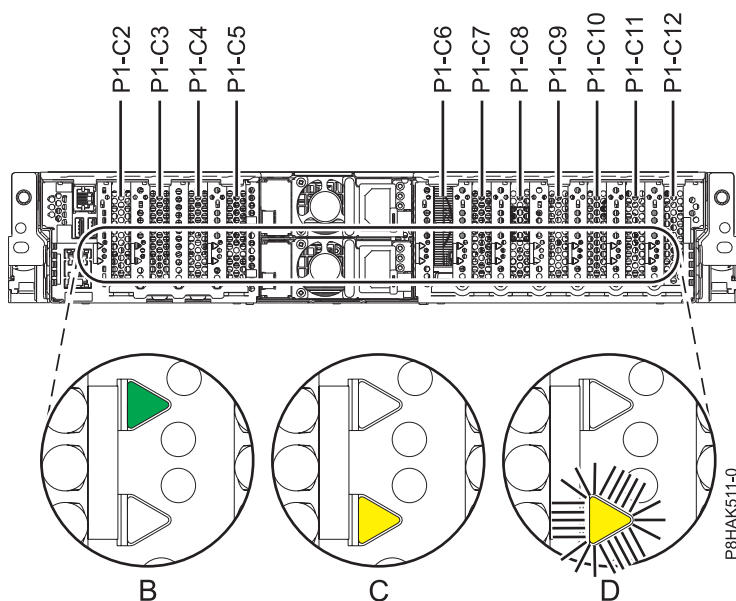

Figura 13. Ubicacions de les ranures d'adaptadors PCIe i ubicacions dels LED en un sistema 5148-21L, 5148-22L, 8247-21L, 8247-22L, 8284-21A, o 8284-22A
1. Familiaritzeu-vos amb les ubicacions de les ranures d'adaptadors PCI i els indicador de servei per a adaptadors PCI amb què vulgueu treballar. Els adaptadors PCIe s'instal·len a la part posterior del sistema. A la Figura 13 a la pàgina 24 mostra les ubicacions dels adaptadors PCIe en un sistema 5148-21L, 5148-22L, 8247-21L, 8247-22L, 8284-21A, o 8284-22A així com les ubicacions dels llums amb díode (LED) de l'adaptador PCIe.